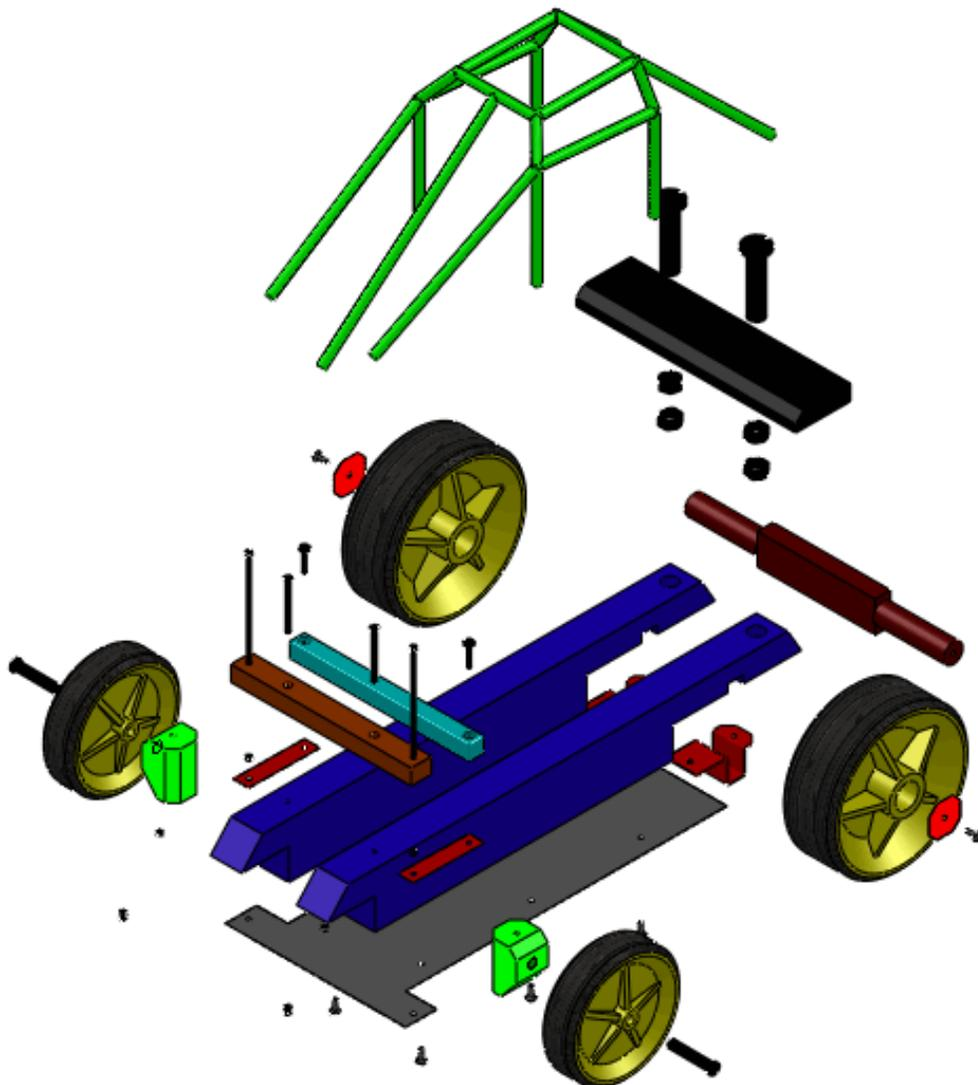

Figura 5.6 - Vista explodida.
2.6. Repita os passos 3 e 4 para todas as peças que você deseja desmontar. Após criar todas as etapas de explosão desejadas, confirme **OK**. Você deve chegar a um resultado similar ao da Figura 5.6.
Observe que o desenho obtido na folha corresponde à vista explodida da Figura 5.6.